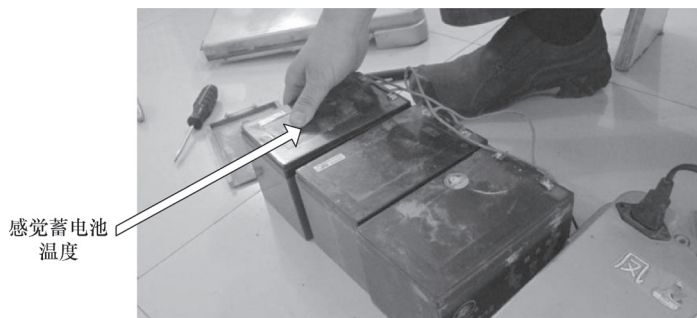

图 4-37 手触摸单体蓄电池外壁
2) 然后按正常方法向蓄电池充电 4h,用手触摸蓄电池壁感觉温热,如图 4-37 所示。